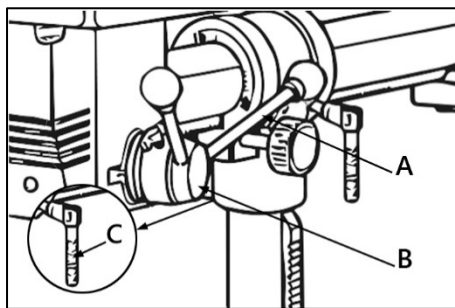
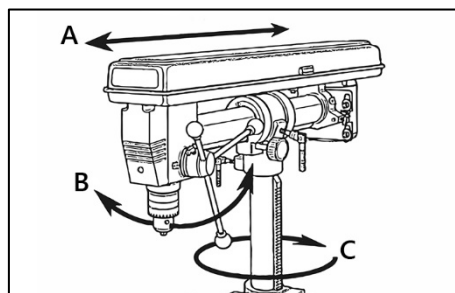
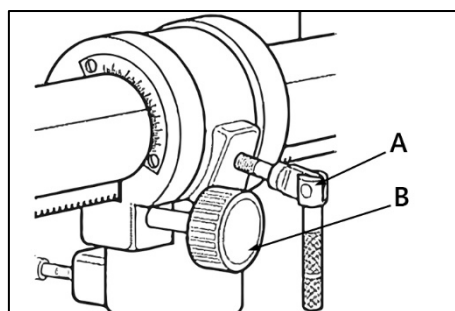
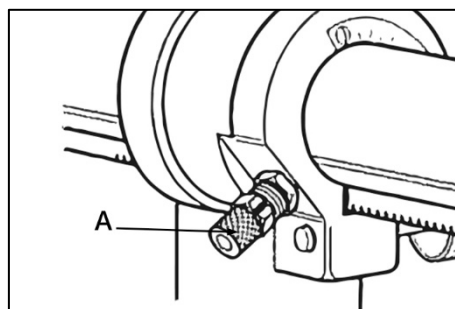

Рисунок 8.
Рисунок 18.
Рисунок 19.
Рисунок 20.
Аккуратно поднимите сверлильную головку (рис. 8), наденьте ее на колонну до упора. Выровняйте головку относительно стола и основания. Затяните рукоятку фиксации (C) на левой стороне кронштейна сверлильной головки.
Для горизонтального перемещения А (рис. 18) сверлильной головки, ослабьте рукоятку блокировки А (рис. 19) и поворачивайте ручку (В) до достижения необходимого результата. Затяните рукоятку блокировки.
Для наклона В сверлильной головки (рис. 18), ослабьте рукоятку блокировки (А) (рис. 19). Оттяните пружинный штифт (А) (рис. 20) и поверните сверлильную головку под необходимым углом. Затяните рукоятку блокировки.
Для поворота С (рис. 18) сверлильной головки вокруг колонны, ослабьте рукоятку фиксации С (рис. 8), поверните головку, затяните рукоятку.